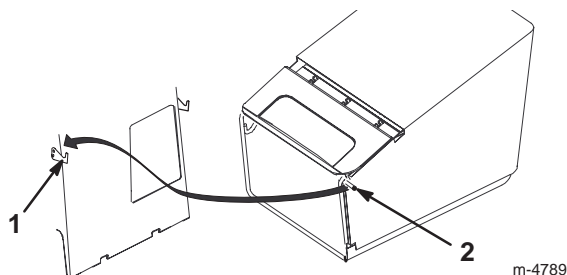

Figura 17
- Enganche los pasadores del mano de la bolsa de recortes en los ganchos, según muestra la Figura 17.
- Desenganche los pasadores del mano de la bolsa de recortes de los ganchos y retírelos por el hueco, según muestra la Figura 17.